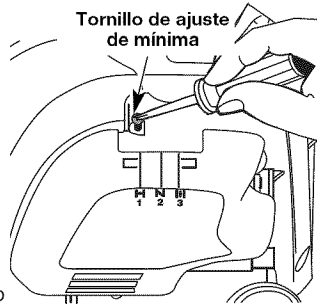

Fig. 32
La velocidad mínima del motor puede ser ajustada. Puede tener acceso al tornillo de ajuste de mínima a través de un orificio en la parte superior de la cubierta del motor (Fig. 32).
2. Suelte el gatillo del regulador y deje que el motor funcione en mínima. Si el motor se para, inserte un destornillador Phillips pequeño en el orificio de la cubierta del motor (Fig. 32). Gire el tornillo de mínima hacia adentro, en sentido horario, de a 1/8 de vuelta por vez (según sea necesario) hasta que el motor funcione en mínima suavemente.